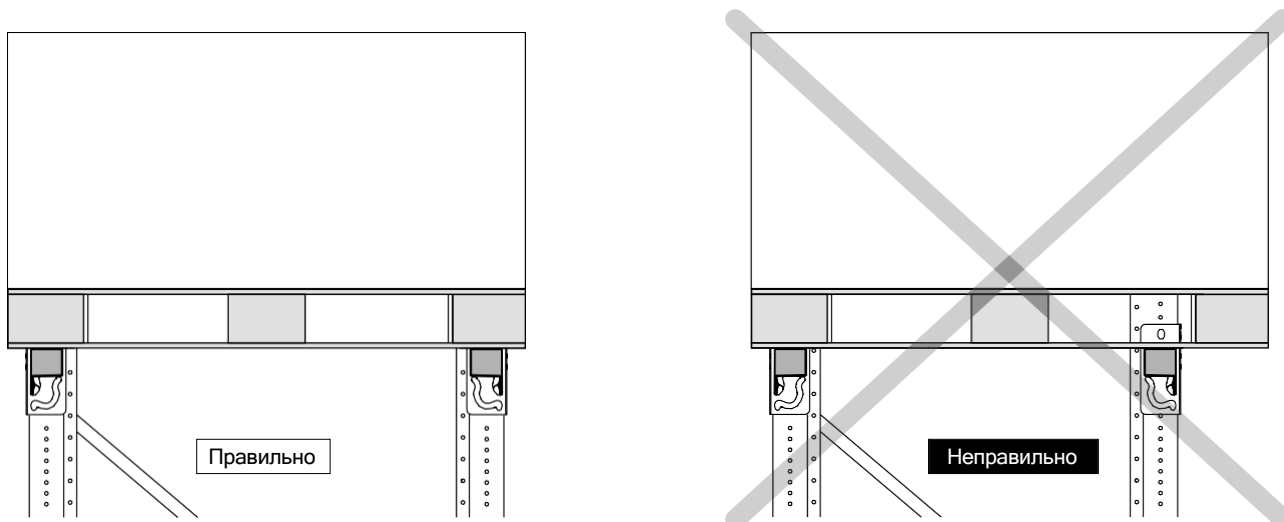

Рисунок 8 — Размещение грузовой единицы на балках
- Грузовая единица должна быть равномерно размещена и сбалансирована на паре несущих балок, формирующих ярус стеллажа (рис. 8).